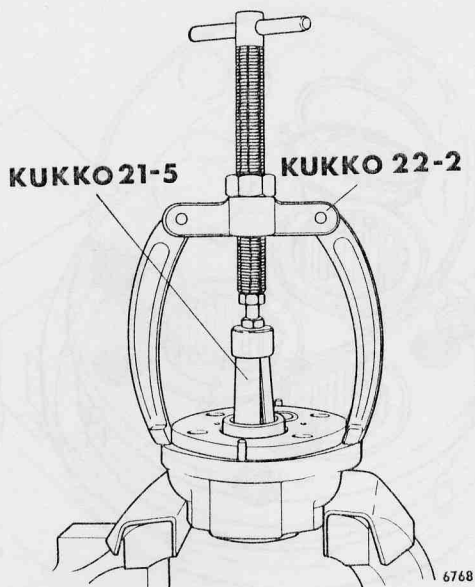

Fig 167. Demontering av nållager.
9. Demontera nållagren 11 om dessa behöver bytas, eller för att undersöka tätningsbussningarna 5, se fig 167.